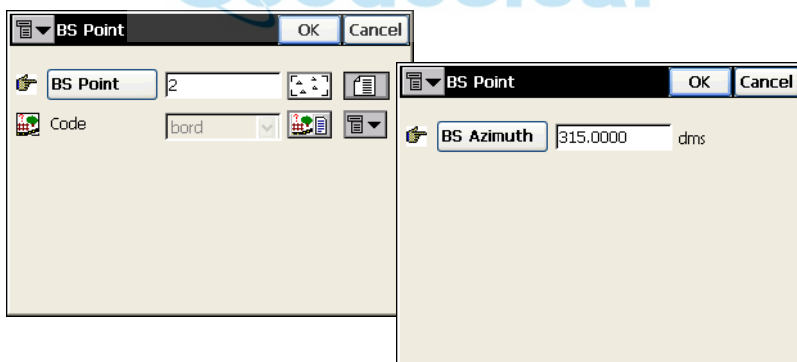

Figura 9-21. Punto Ref.
- **Pto. Ref**: muestra la pantalla **Pto. Ref.** para introducir el punto o el acimut de orientación (Figura 9-21 en la página 9-16). Si el punto de orientación no se ha introducido, el sistema requiere un acimut. En este caso, si el valor del ángulo es introducido como *Ang. Dcha*, *Ang. Izq*, o *Desviación*, este valor se considerará como acimut.